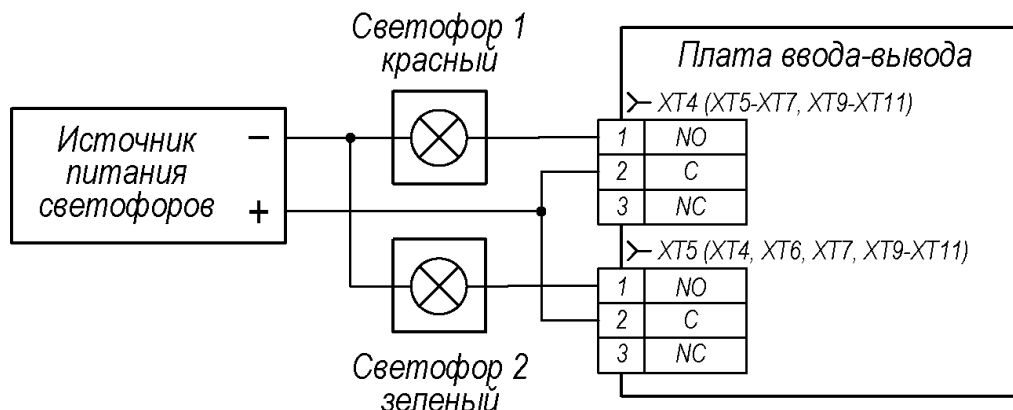

Рисунок 10. Пример схемы подключения светофоров в стандартном режиме
Светофоры подключаются к плате ввода-вывода (5) согласно схемам, представленным на рис. 10, 11. Для питания светофоров необходимо использовать отдельный блок питания.